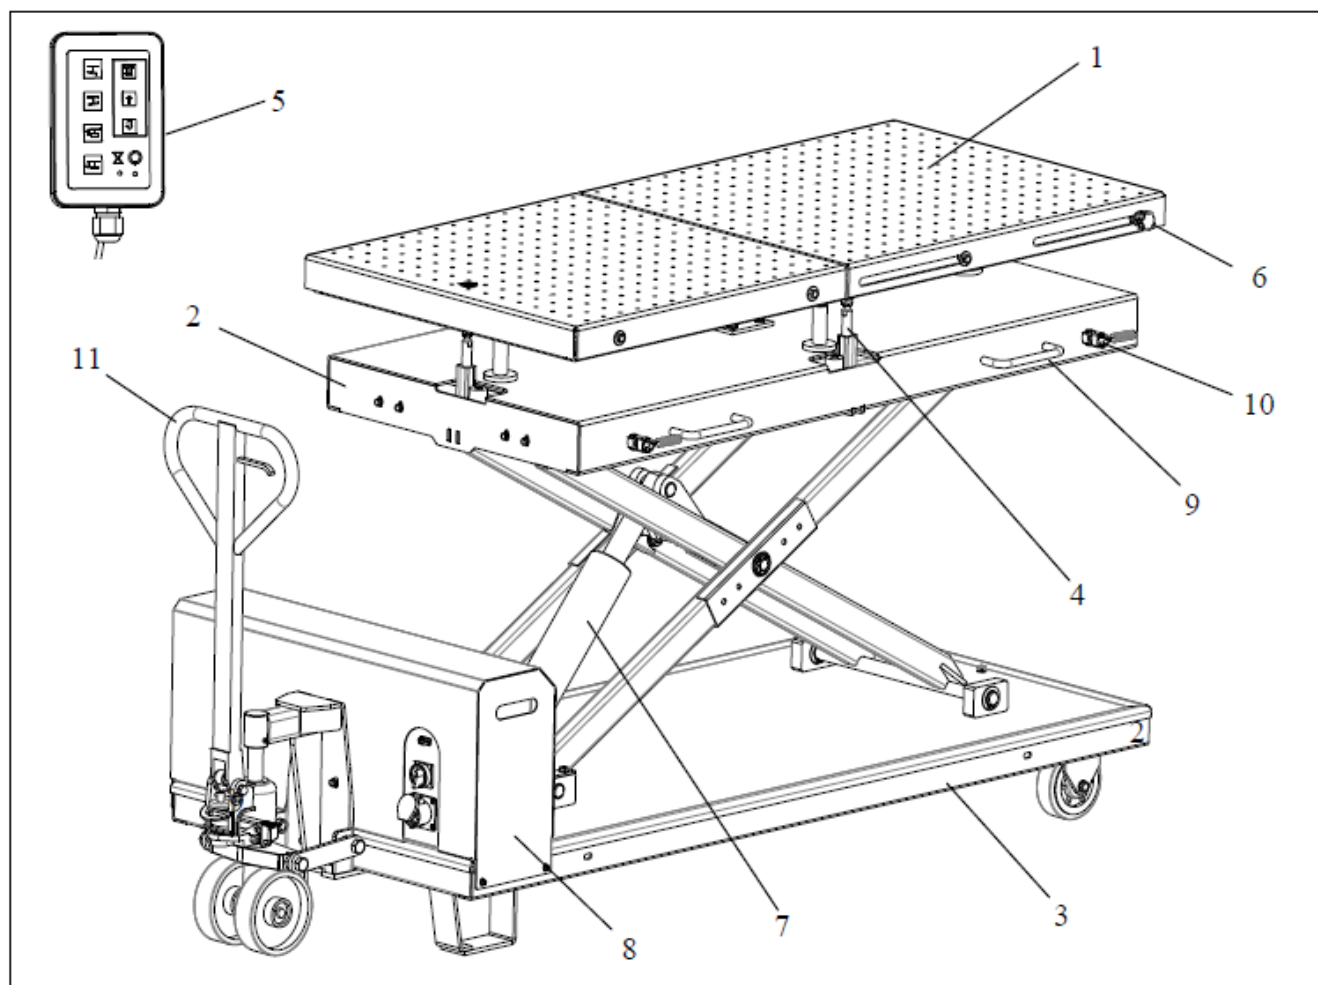

Рисунок 1 Подъёмник
4.1 ОПИСАНИЕ ПОДЪЕМНИКА (См. Рисунок 1)